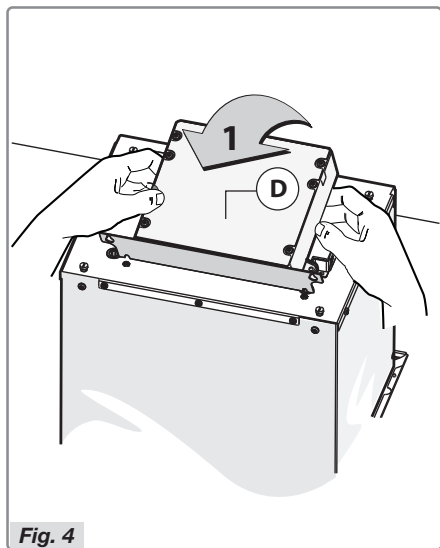

Fig. 4
- Monter ovnshetten ved å feste den elektriske enheten stående (Fig. 4).